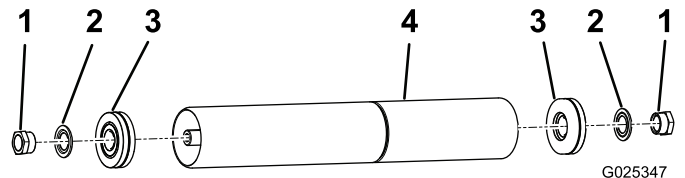

Bild 11
8. Setzen Sie die Lagergehäusebaugruppe (mit einem O-Ring und einem Lager) in das äußere Ende des Walzenrohrs ein (Bild 11).